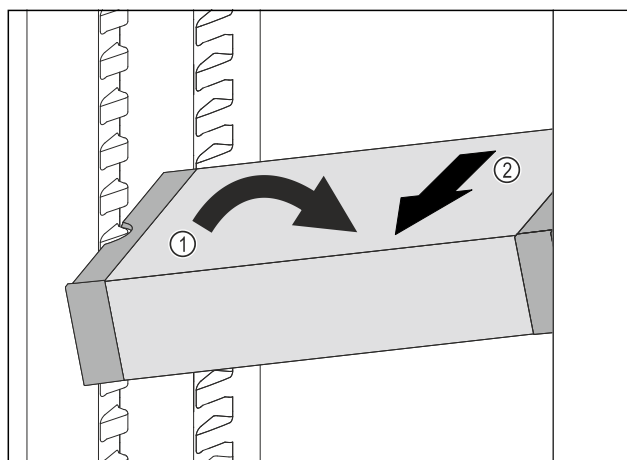

Fig. 133
- Coloque el VarioSafe en el compartimento del frigorífico en posición oblicua. *Fig. 133 (1)*
- Extraiga el VarioSafe hacia delante. *Fig. 133 (2)*